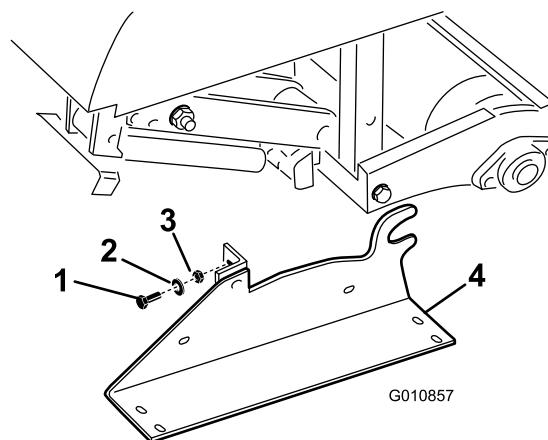

Figure 31
2. Enlevez les boulons, rondelles de blocage et écrous qui fixent les supports de rangement à chaque extrémité de l'aérateur (Figure 31).